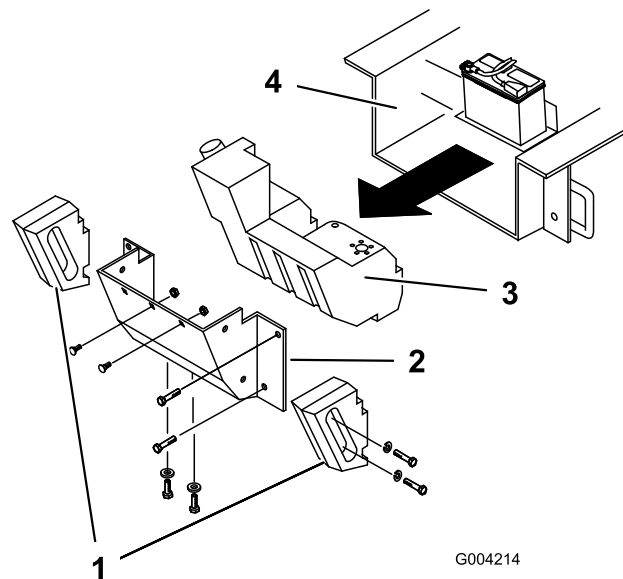

Figura 63
Abra el capó e inspeccione frecuentemente la zona debajo del motor con una linterna. Cuando al acumulación de residuos llegue a 2.5–5 cm (1 - 2 pulg.) de grosor, complete el procedimiento siguiente (consulte Figura 63 para todo este procedimiento):
4. Retire los pernos, las arandelas y las arandelas de freno que fijan los 2 contrapesos laterales, y retire los contrapesos (Figura 63).
7. Retire las 6 tuercas y los pernos que fijan el panel trasero, y retire el panel (Figura 63).
9. Deslice el depósito de combustible hacia atrás (Figura 63).
16. Introduzca el depósito de combustible parcialmente en el chasis (Figura 63).
22. Vuelva a colocar el panel trasero y fíjelo con los 6 pernos y las tuercas que retiró anteriormente (Figura 63).
24. Instale los contrapesos laterales con los pernos, las arandelas y las arandelas de freno que retiró anteriormente (Figura 63).